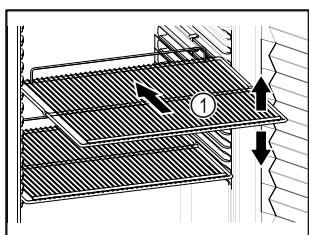

Fig. 86 Voorbeeld
- ☐ Indien de legroosters Fig. 86 (1) verplaatsbaar zijn, deze aan de hoogte aanpassen.